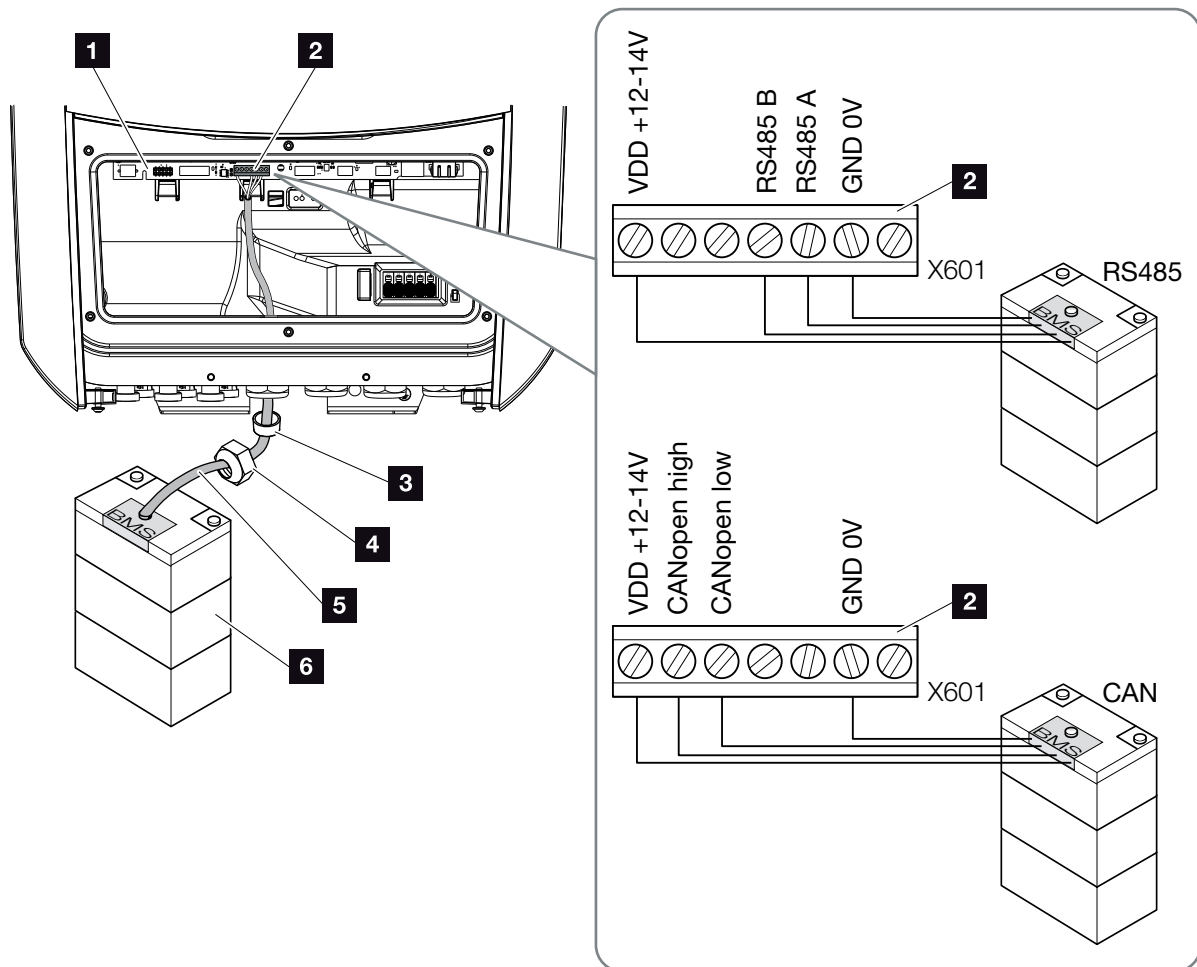

Fig. 36 : Raccordement du câble de communication de la batterie via RS485 ou CAN
3. Raccorder le câble de communication (RS485 ou CAN) à l'interface de communication de la carte SCB (Smart Communication Board). **Fig. 36 pos. 2**